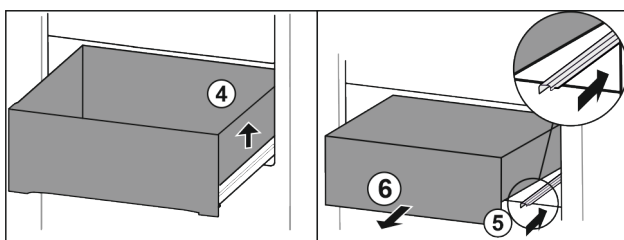

Fig. 185
- Podignite ladicu desno. Fig. 185 (4)
- Gurnite desnu vodilicu. Fig. 185 (5)
- Izvadite ladicu prema naprijed. Fig. 185 (6)